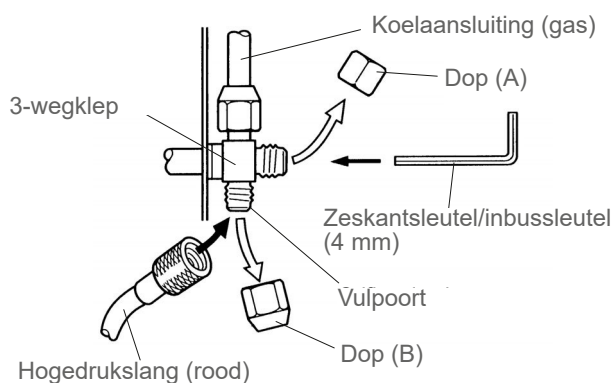

fig. 42 - De slang aansluiten op de gasaansluiting
- Verwijder de beschermdop (B) uit de vulpoort (Schrader) van de gasklep (grote diameter).
- Sluit de hogedrukslang van de *Manifold* aan op de vulpoort (fig. 42).